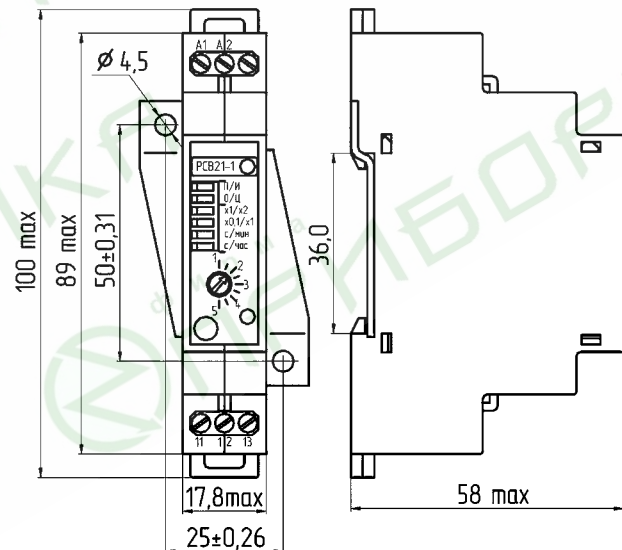

Рисунок 2. реле с креплением винтами
- винтами при помощи переходной пластины (рисунок 2).